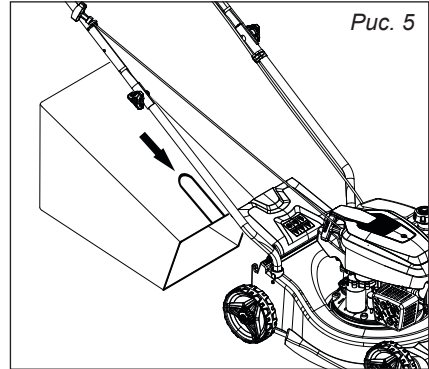

Рис. 5
4. Установите травосборник, снимите заднюю крышку и удерживая ее в таком положении установите каркас травосборника на корпус деки (рис. 5). Отпустите крышку.